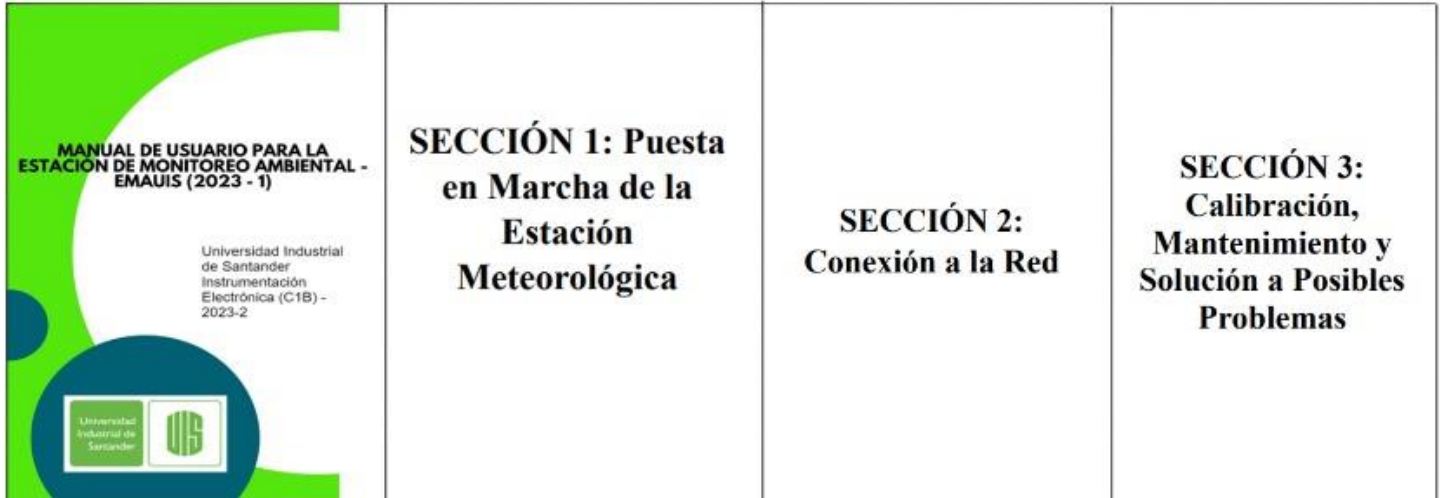

Figura 1. Evidencia Manual de Usuario
- ✚ Creación del 'Manual de Usuario de la Estación Meteorológica EMA UIS'. (Diseño físico y contenido, **Figura 1**), adicional se adjunta el Manual de Usuario en la carpeta de evidencias.